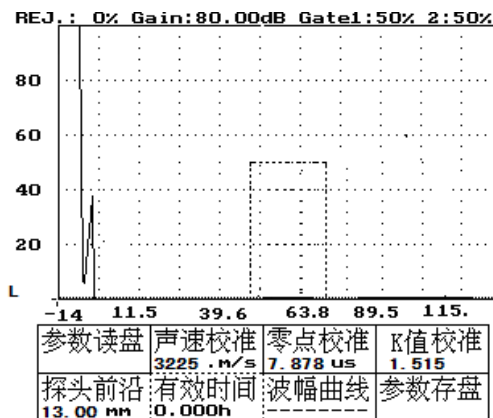

图 18-42
- 4、按方向键——将虚框移到有效时间，如图 18-42 所示。